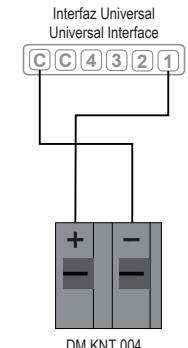

Fig. 4
- Fig. 4: connection of a detector to an input.
- Fig. 4: conexión de un detector a una entrada.